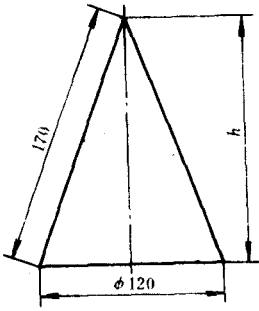

图 1-3 圆锥体
2. 如图 1-3 所示圆锥体，锥底直径为 $\phi 120\text{mm}$ ，母线长 $L=170\text{mm}$ 。试求锥高 h ？